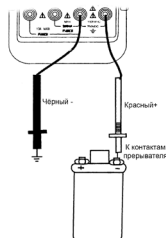

Рис. 4
- Подключите красный щуп к проводу, соединенному с прерывателем, черный щуп – к заземлению (рис. 4).
- g. Выберите с помощью кнопки **STROKE** ②④/**DIS** тип двигателя: двухтактный или четырехтактный.
- h. Поместите в отверстие между клещами провод свечи зажигания (см. рис. 4).